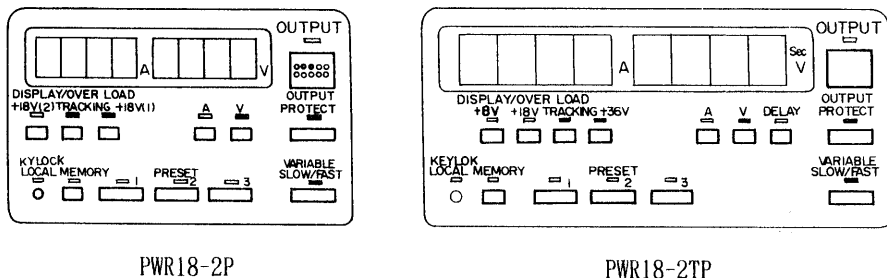

図 9
- 1) 図9のようなLEDの点灯および消灯状態にします。
- 図9は、+18V(1) (PWR18-2TPは+36V) で設定しようとする状態です。
- 3) A・キー⑥を押し、A・LEDの点灯を確認します。
- 6) OUTPUT・キー⑮を押しと、+18V(1)および(2) (PWR18-2TPは+36Vおよび+18V) の出力端子より設定した出力値が得られます。
- 7) 前記6)の状態では、ロータリーエンコーダを回すと+18V(2) (PWR18-2TPは+18V) の設定値が変化しますが、+18V(1) (PWR18-2TPは+36V) ・キー⑧を押しと+18V(1) (PWR18-2TPは+36V) の設定値も同様に変化していることが確認できます。